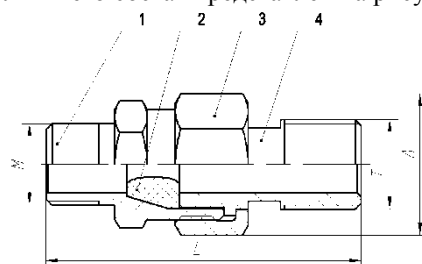

Рисунок 1
6.2 Установить хвостовик 1 (см. рисунок 1) на электрооборудование. Резьбовое соединение хвостовика и оболочки электрооборудования стопорить герметиком или краской. Нанести герметик ВГО-1 ТУ 38.303-04-04-98 или эмаль ЭП-51 ГОСТ 9640-85 на 4-5 ниток резьбы. Поверхности, на которые должна наноситься краска (герметик), предварительно обезжирить ацетоном или бензином БР-1. Соединение монтировать, медленно проворачивая хвостовик по (против) часовой стрелки для равномерного распределения герметика (краски), после чего провести окончательную затяжку.